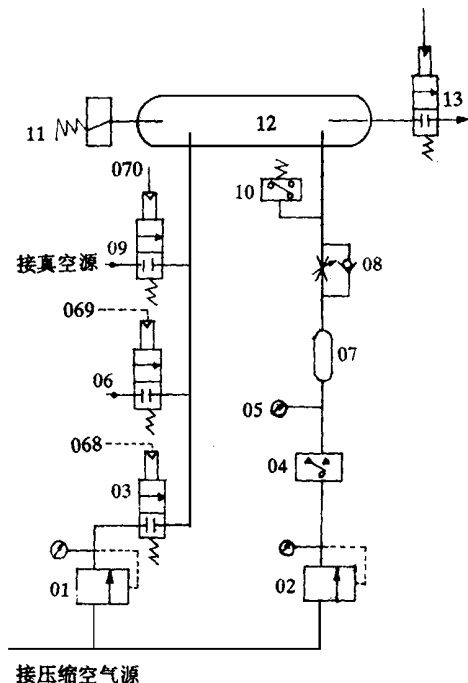

图 2 反包胶囊气控回路结构图
9. 00R20 轮胎用反包胶囊气控回路包括充气控制和排气控制, 其结构图见图 2。